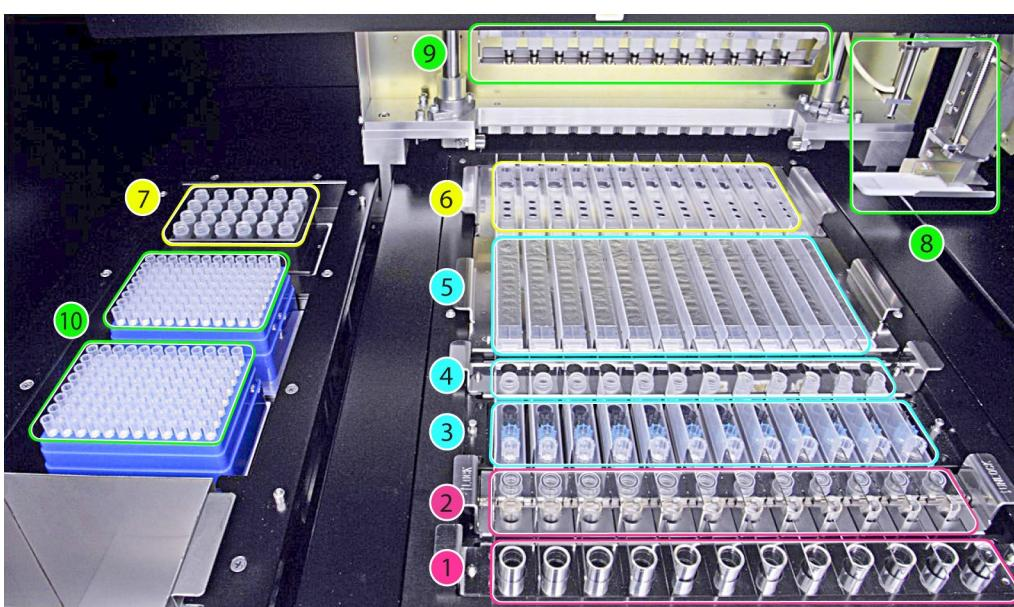

Figure 1 : Zone de chargement du système « **ELITE InGenius** »
La Figure 1 illustre le système « **ELITE InGenius** ».
La Figure 1 montre : position du portoir pour tubes primaires (1), position du portoir pour tubes de sonication/extraction avec capuchons (2), position du portoir pour embouts (3), position du portoir pour tubes d'élution (tube supplémentaire) (4), position du portoir pour cartouches d'extraction (5) et position du portoir pour cartouches de PCR (6), position du bloc de réactifs de PCR et de contrôle interne (gestionnaire des stocks) (7), distribution des échantillons et des réactifs (8, 9), positions du conteneur à déchets (en bas à gauche) et des embouts (10).
7. Pour confirmer que les réactifs placés dans la position 7 du gestionnaire des stocks sont en quantité suffisante pour le nombre de tests sélectionnés (voir page 11, Figure 1) comme indiqué à l'écran, appuyer sur le bouton « Next » (Suivant).
8. Placer suffisamment de portoirs à embouts en position 10 (voir page 11, Figure 1).
10. Placer les cassettes de PCR indiquées en position 6 (voir page 11, Figure 1).
12. Placer la/les cassette/s des cartouches d'extraction indiquées en position 5 (voir page 11, Figure 1).
14. Placer le portoir d'élution avec le nombre de tubes supplémentaires indiqué en position 4 (voir page 11, Figure 1).
16. Placer le nombre de cassettes d'embouts indiqué en position 3 (voir page 11, Figure 1).
18. Placer le nombre de tubes d'extraction indiqué en position 2 (voir page 11, Figure 1).
20. Lorsque « Primary Tube » (Tube primaire) a été sélectionné en tant que position d'échantillon dans l'écran « Perform Run » (Exécution cycle), placer les tubes primaires indiquées en position 1 (voir page 11, Figure 1).